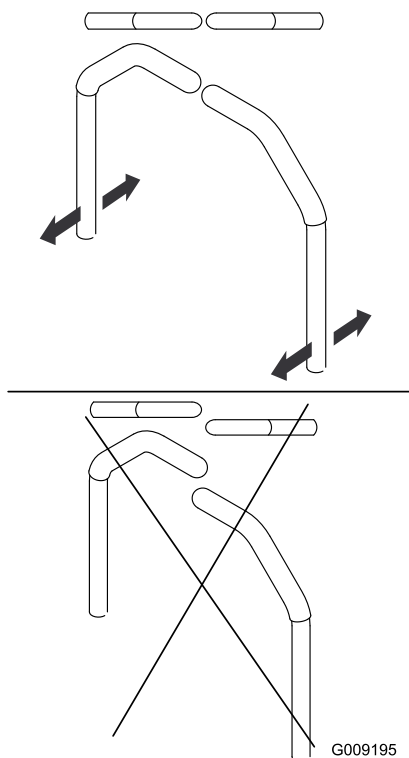

**Figure 50**
- Si la machine se déporte à droite, desserrez les boulons et déplacez la plaque de butée gauche en arrière sur la fente en T gauche, jusqu'à ce qu'elle se déplace en ligne droite (Figure 50).
- Si la machine se déporte à gauche, desserrez les boulons et déplacez la plaque de butée droite en arrière sur la fente en T droite, jusqu'à ce qu'elle se déplace en ligne droite (Figure 50).
8. Serrez les boulons de la plaque (Figure 50).